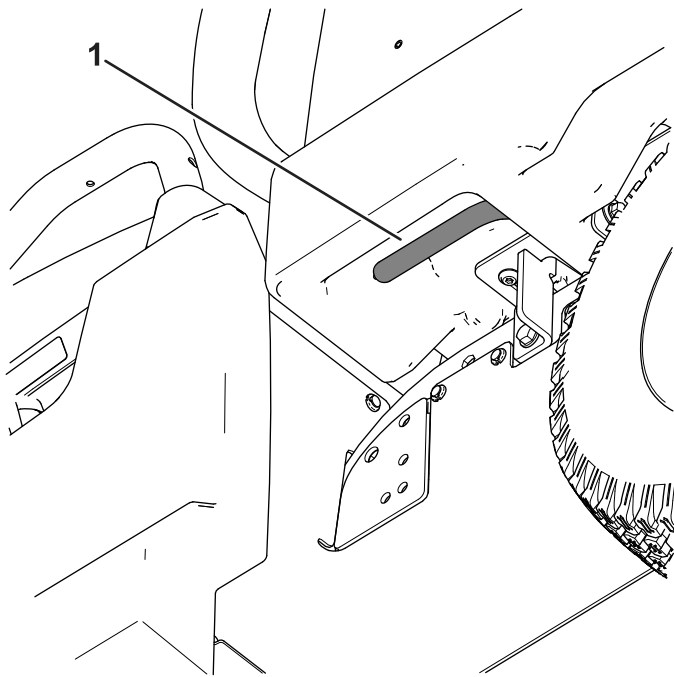

Figura 18
1. Tire hacia usted de la palanca situada a la izquierda, dentro de la plataforma de carga, y eleve la plataforma de carga (Figura 18).
1. Eleve ligeramente la plataforma de carga levantando la palanca de enganche (Figura 18).